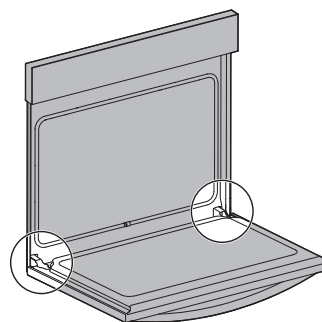

Figure 9: Emplacement de la charnière de la porte
1. Ouvrez complètement la porte du four, parallèlement au sol (Figure 9).
3. Ouvrez complètement la porte du four (parallèlement au sol) (Figure 9).
4. Poussez les verrous des charnières de droite et de gauche vers le haut et dans le cadre du four jusqu'à ce qu'ils soient en position verrouillée (Figure 9).